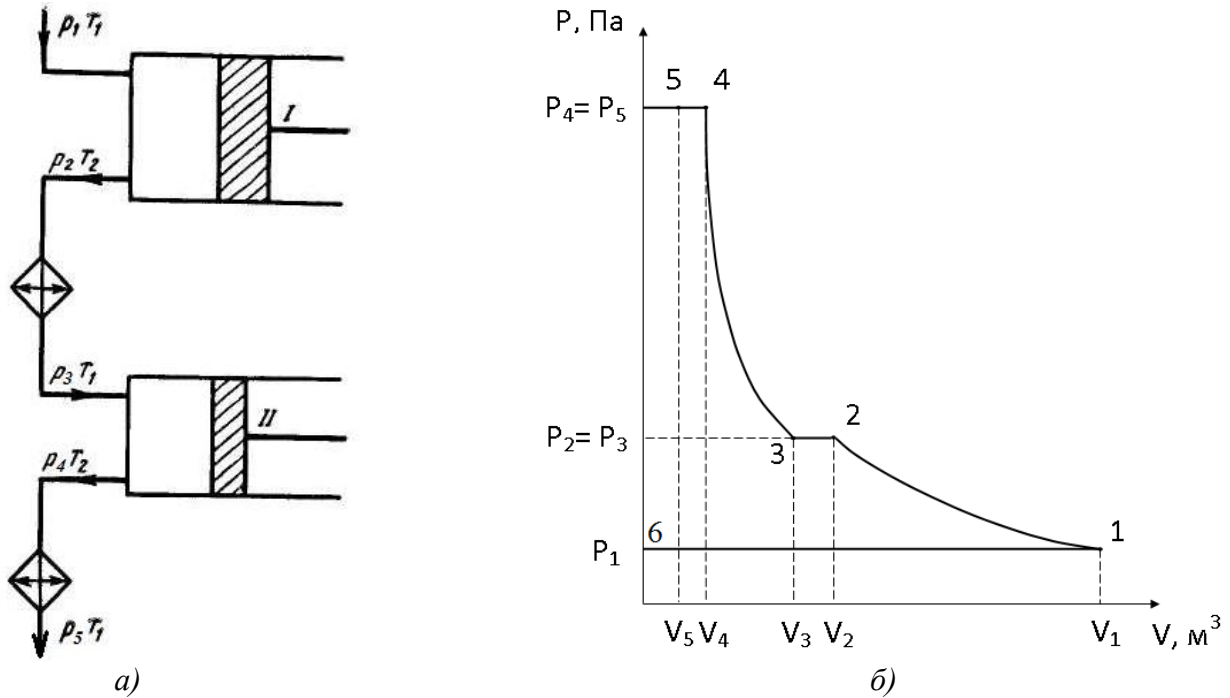

Рис. 1. Принципиальная схема (а) и диаграмма цикла (б) двухступенчатого поршневого компрессора
3. Определяем объемы газов в характерных точках цикла за 1 сек. (см. рис. 1):
8. Построить термодинамический цикл компрессора в $p-v$ диаграмме (см. рис. 1б).